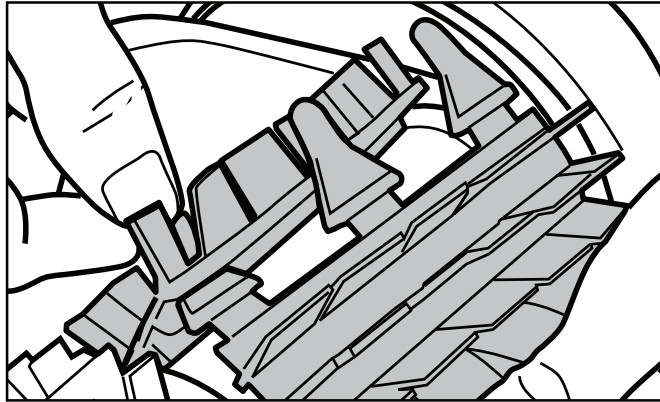

Figura 21. Pasar las lengüetas por cada ranura
3. Inserte cada lengüeta en la ranura provista e introdúzcalo cuidadosamente hasta que salga el talón al otro lado de la ranura (Figura 21).